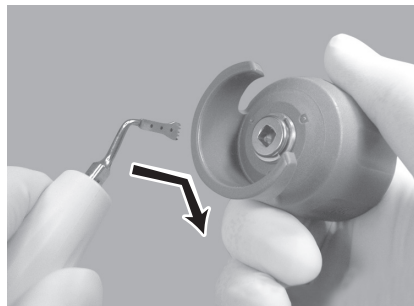

Fig.20
- 2) Faites correspondre les formes carrées de l'insert au trou de la clé pour insert et insérez l'insert dans le trou (Fig. 20).